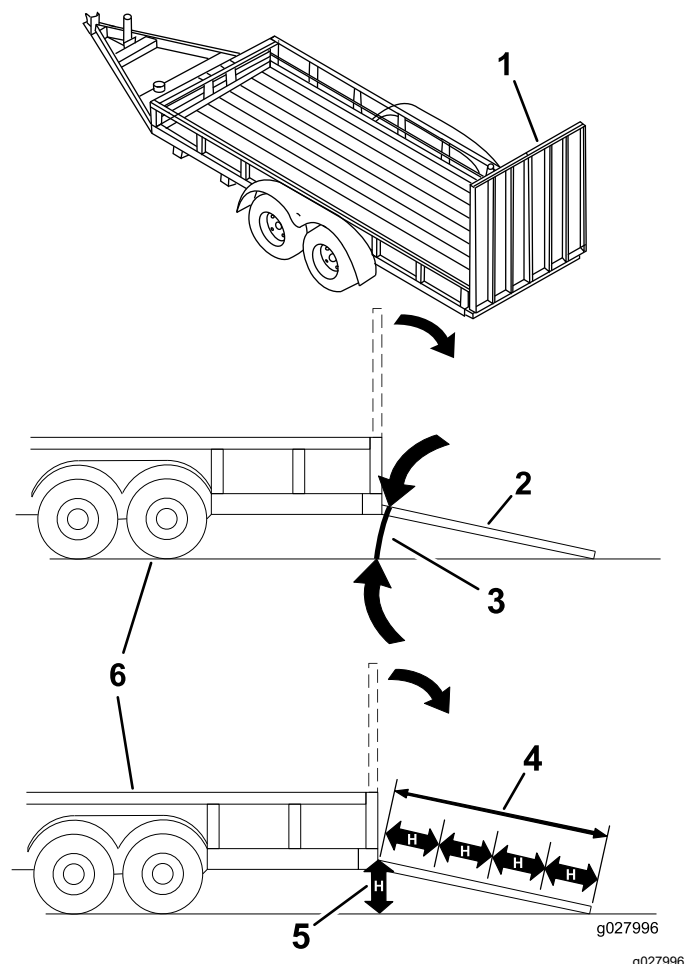

Figura 32
Încărcarea unei maini pe o remorcă sau un camion crește riscul de răsturnare și poate cauza răniri grave sau moartea (Figura 32).
3. Coborâi rampa, asigurându-vă că unghiul dintre rampă i sol nu depăete 15 grade (Figura 32).
1. Coborâi rampa, asigurându-vă că unghiul dintre rampă i sol nu depăete 15 grade (Figura 32).